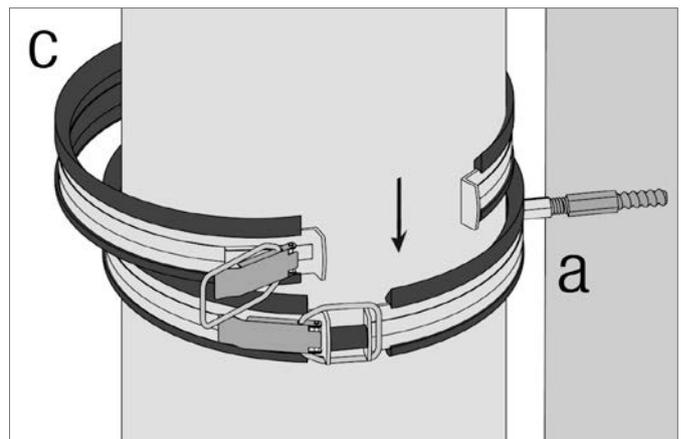

Abb. 8-6 Montage der Körperschalldämmenden Stützbefestigung
3. Stützschele schließen und Fixierschelle berührend auf der Stützschele aufsetzen. Siehe hierzu auch Abb. 8-6.